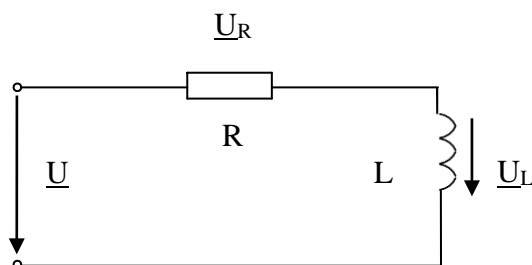

Рис. 2
22. Напряжение на зажимах цепи, на рис.2, $U = 141\text{В}$. Каковы будут напряжения U_R и U_L при нулевой частоте источника питания этой цепи?